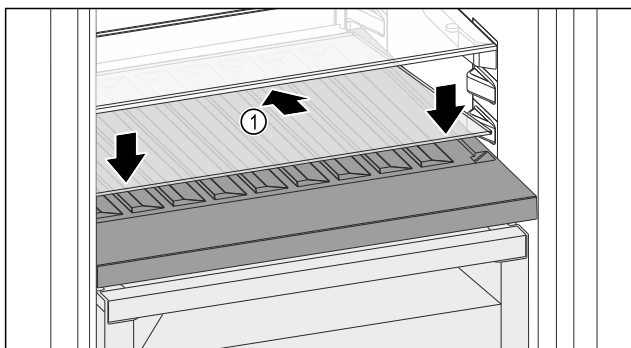

Fig. 112
- ▶ Вставьте стеклянную пластину Fig. 112 (1) наискосок и с уклоном назад вниз.
- ▶ Опустите стеклянную пластину Fig. 112 (1) спереди.